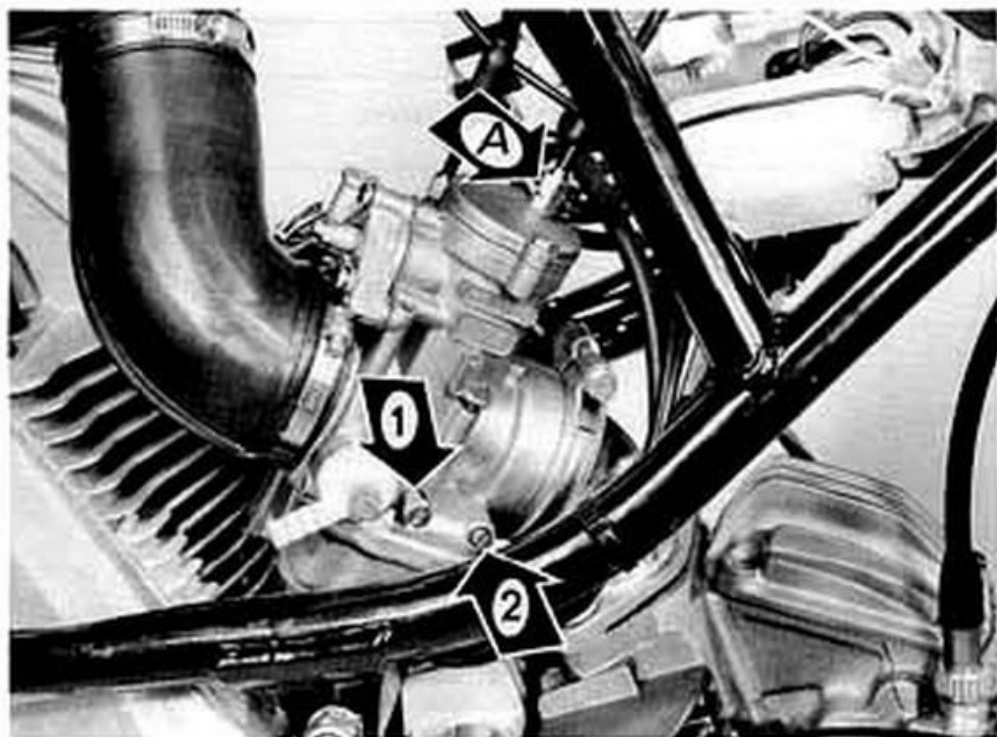

Fig. 118
Questa operazione deve venire effettuata a motore caldo. Ruotare la vite di regolazione andatura minimo(1) di ciascuno dei due carburatori fino ad ottenere un funzionamento regolare del motore ad un regime un poco più elevato di quello di minimo(fig. 118).
Se necessario intervenire sull'apposito registro a vite e contro dado posto alla sommità di ciascun carburatore (A) (fig. 118).
Turn the idle speed adjusting screw (1) of each carburettor until an even engine running is obtained with an engine speed slightly higher than idle (fig. 118).
If needed, perform adjustments by means of the screw-and-locknut adjuster fitted to carburettor cove (A) (fig. 118).